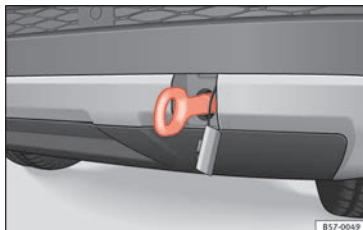

Fig. 99 No lado direito do para-choques traseiro: argola de reboque enroscada.
- Enrosque a argola de reboque no alojamento girando-a ao máximo **no sentido contrário ao dos ponteiros do relógio** » **Fig. 99** » ❶. Utilize um objeto adequado com o qual possa enroscar completa e firmemente a argola de reboque no seu alojamento.
❶ CUIDADO